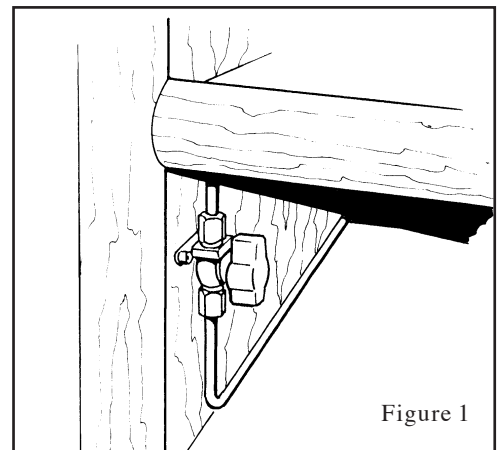

Figure 1
- Fermer les vannes sur le circuit (dans le placard sous le four) et sur la bouteille quand les appareils ne sont pas utilisés. Fermer immédiatement toutes les vannes en cas de danger.(fig. 1)
- Shut the valves in the system (under the oven) and on the cylinder when the appliances are not in use. Shut immediately all valves in case of hazard (fig.1),
Le compartiment moteur est pourvu d'un orifice (figure 1) permettant de projeter à l'intérieur le produit extincteur sans qu'il soit nécessaire d'ouvrir les panneaux d'accès habituels.
The engine compartment includes an aperture (figure 1) to spray the extinguishing agent without opening the normal access hatch.